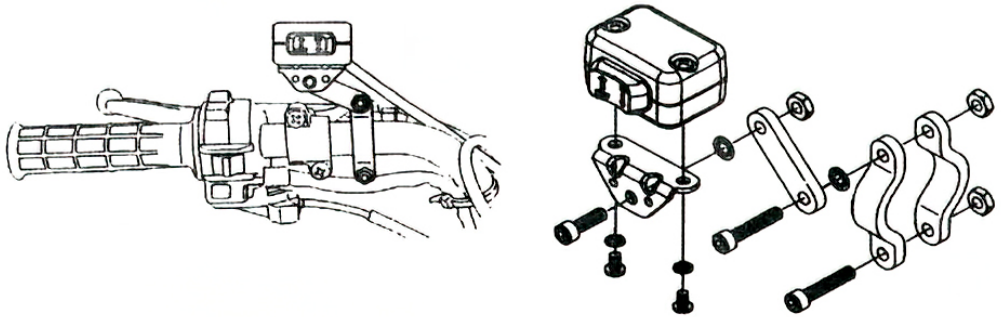

Abb. 3
- Bringen Sie den Lenkerschalter an einer geeigneten Stelle an (empfohlen wird die linke Seite, siehe Abb. 3) und schließen Sie die beiden Steuerdrähte an die entsprechenden Klemmen am Ende der kurzen Anschlusskabel der Steuereinheit an.